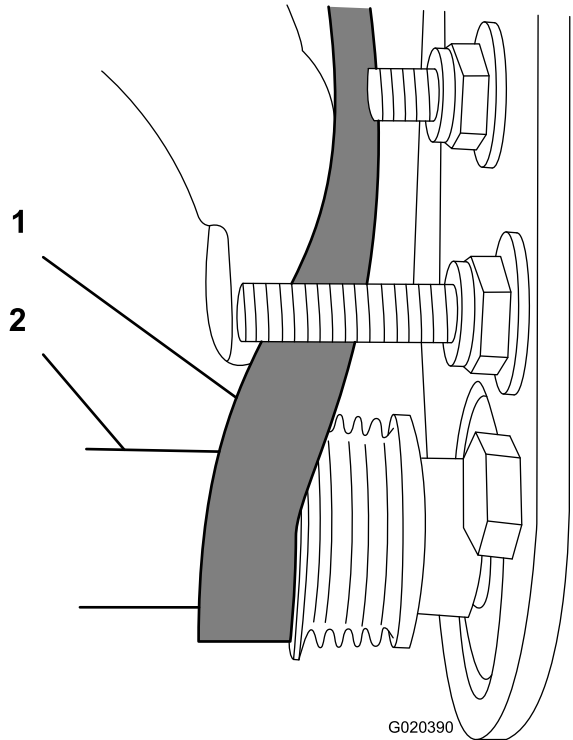

Bild 12
- Drehen Sie die Bürste mit einem 9/16"-Sechskantschlüssel und verlegen Sie den Riemen auf der Antriebsriemenscheibe (Bild 12).